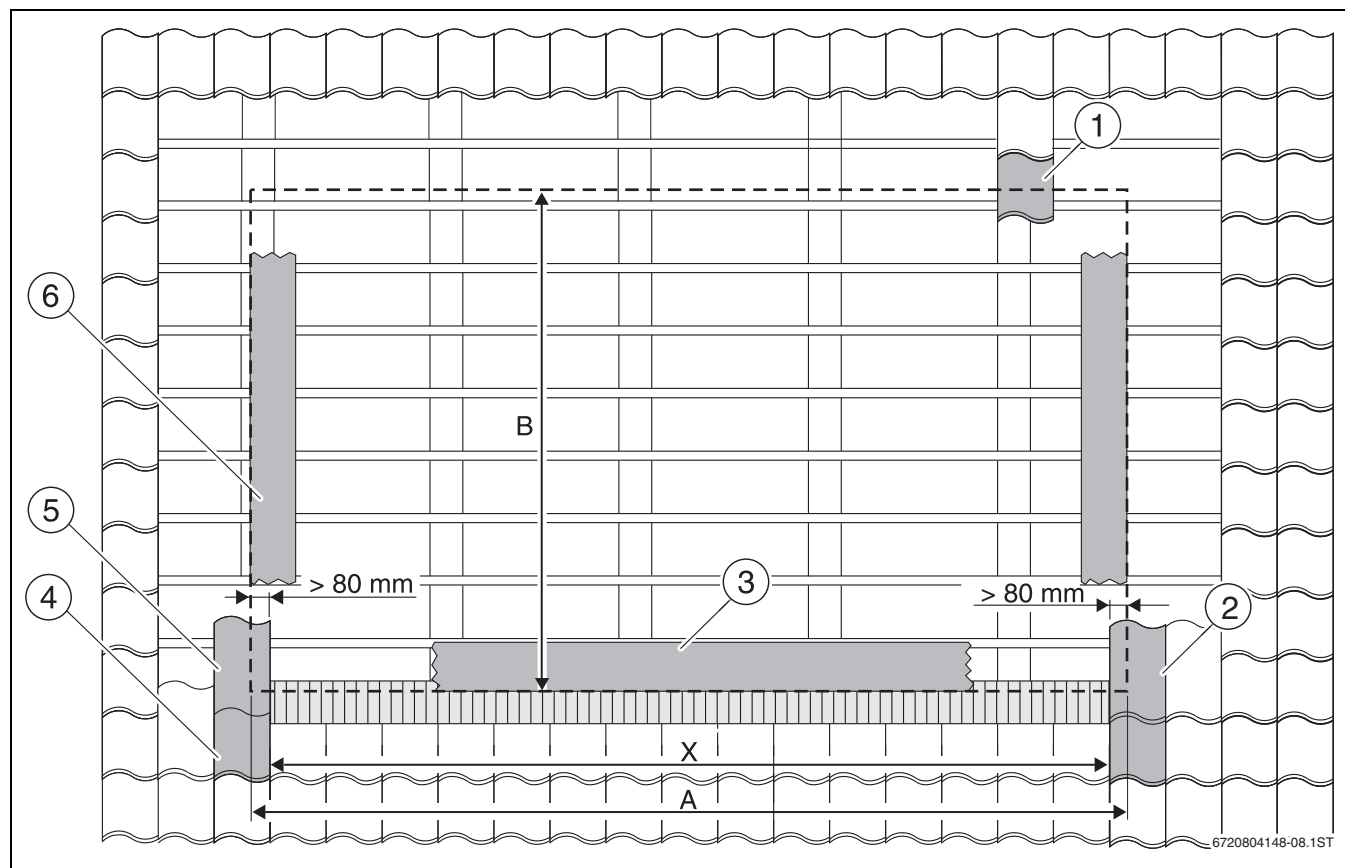

Bild 19 Lage des Kollektorfelds
- Maß X auf das Dach übertragen und linke Dachziegelreihe (→ Bild 19, [5]) festlegen.
- Rechte Dachziegelreihe (→ Bild 19, [2]), die bei Bedarf später beim Eindecken geschnitten werden muss, festlegen.
- Unter Berücksichtigung von Maß B untere Dachziegelreihe (→ Bild 19, [4]) festlegen.
- Obere Dachziegelreihe, die bei Bedarf später beim Eindecken geschnitten werden muss, (→ Bild 19, [1]) festlegen.